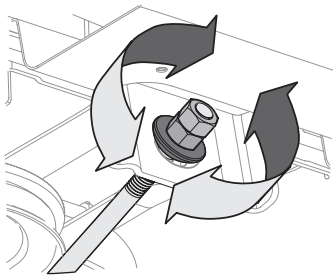

Figura 37
- Para **elevarel** frente de la plataforma, afloje la tuerca exterior y luego apriete (rosca hacia adentro) la tuerca contra el soporte de suspensión delantera (Figura 37). Cuando se logre el torque correcto, vuelva a apretar la tuerca exterior hasta 25-30 pies-libras (34-41 N-m).
- Para **bajar** el frente de la plataforma, afloje la tuerca exterior y luego afloje (rosca hacia afuera) la tuerca interior, alejándola del soporte de suspensión delantera (Figura 37). Cuando se logre el ajuste correcto, vuelva a apretar la tuerca exterior.